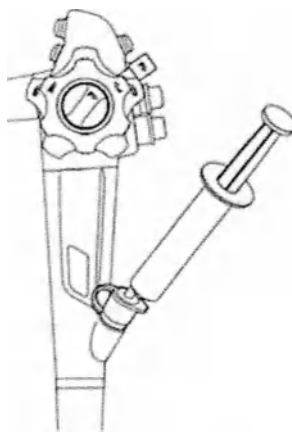

Рис. 8.59
2. Поместите дистальный конец эндоскопа в чистый контейнер и подсоедините шприц, заполненный стерильной водой, к клапану входного отверстия (OF-B190), как показано на Рис. 8.59.